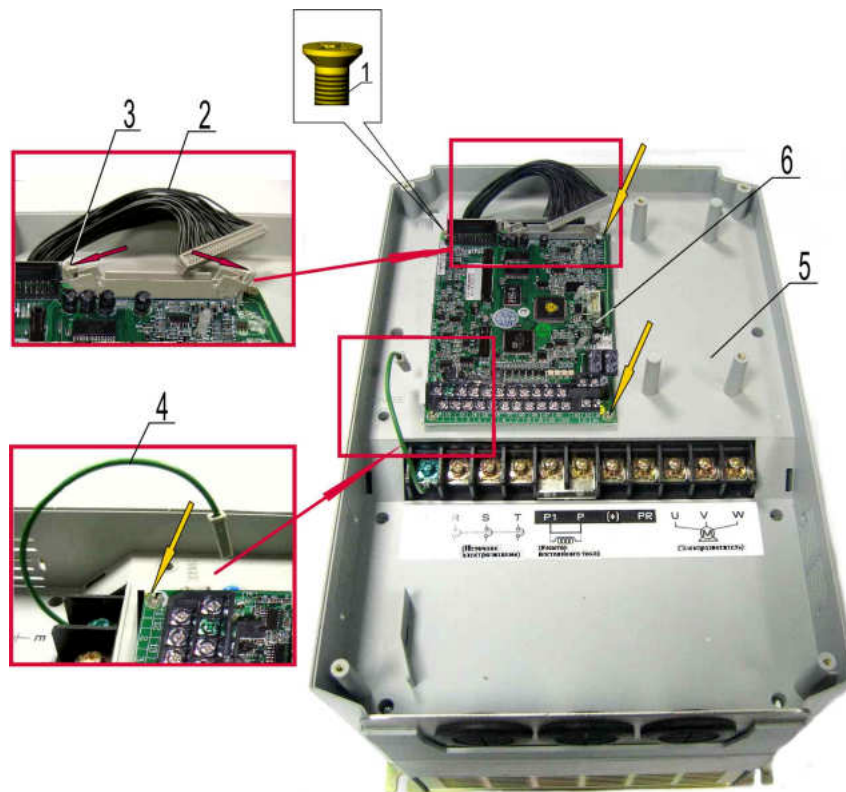

Рис. 7.21
7.8.1. Взять плату центрального процессора 6. Установить плату в корпус 5, совместив отверстия платы с резьбовыми отверстиями в корпусе (рис. 7.21). Закрепить плату четырьмя винтами 1 (рис. 7.21).
7.8.2. Соединить заземляющий провод 4 с контактом на плате 6 (рис. 7.21).
7.8.3. Отжать в стороны фиксаторы 3 разъема на плате. Вставить розетку жгута 2 в разъем, приложив рукой усилие вниз до щелчка фиксаторов (рис. 7.21).